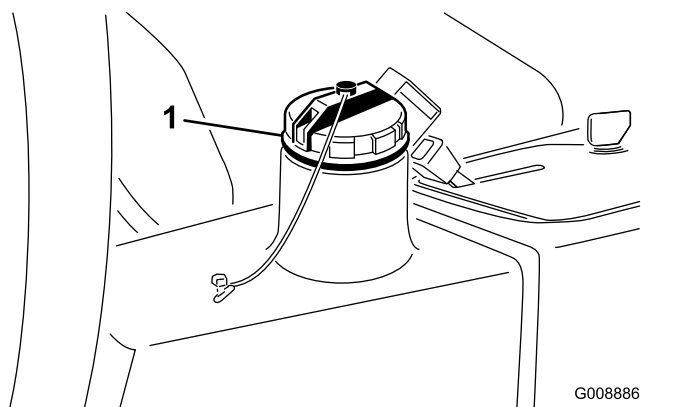

Figure 42
2. Nettoyez la surface autour du goulot et du bouchon de remplissage du réservoir hydraulique (Figure 42), et enlevez le bouchon.